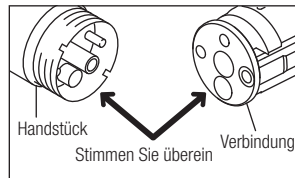

Abb. 11
- 3) Montieren Sie die Dichtung in das Handstück. Vergewissern Sie sich, dass Leitung und Dichtung an einander befestigt sind. (Abb. 11)